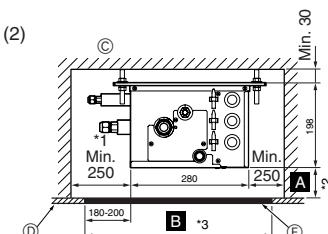
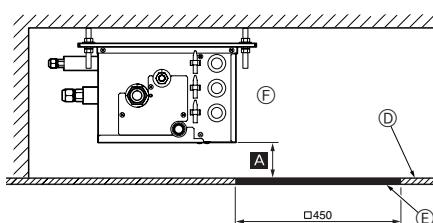

Fig. 4-5
Fig. 4-6
#### (2) Yandan Görünüm (Fig. 4-5, Fig. 4-6)
"□ 450" olması halinde, PCB tarafında bir bakım deliği hazırlayın (Fig. 4-6'da gösterildiği gibi) ve Ⓐ mesafesi olarak "Min. 300 mm" bırakın.